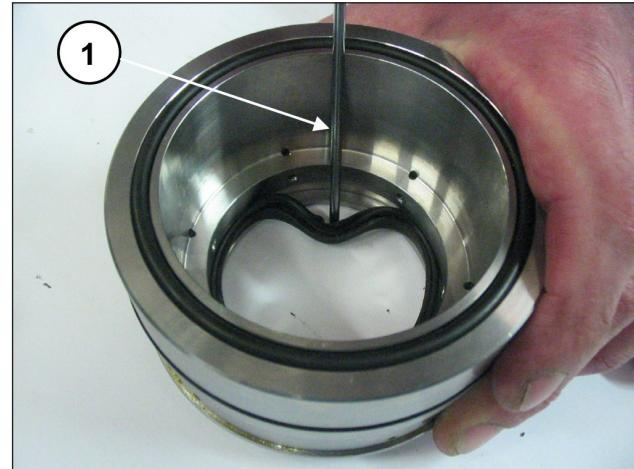

Abb. 195
Zur Abnahme der ND-Dichtung müssen Sie eine Fühlerlehre oder ein ähnliches Werkzeug verwenden, das den Sitz des Dichtungshalters nicht beschädigt (Pos. ①, Abb. 195).